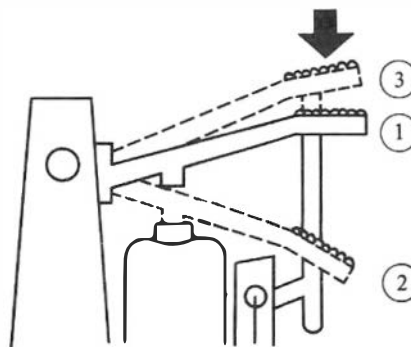

Figure 3-1. Réglages du levier vert
3. Mettre le levier vert à la position 2 (voir figure 3-1) et l'y maintenir pendant une seconde.
4. Relâcher le levier et s'assurer qu'il s'arrête à la position 1 (voir la figure 3-1).